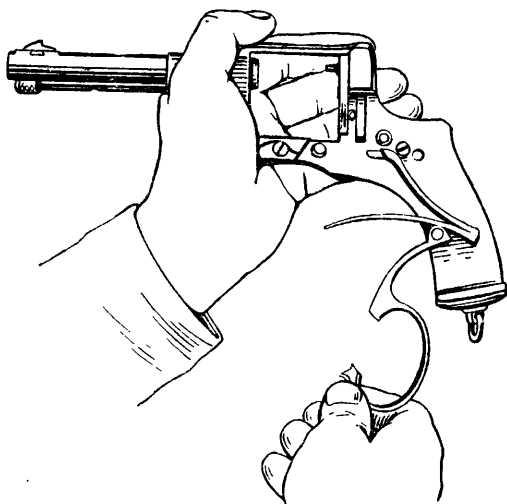

Рис. 39. Как снять спусковую скобу
13) **снять спусковую скобу** (рис. 39) и боевую пружину;